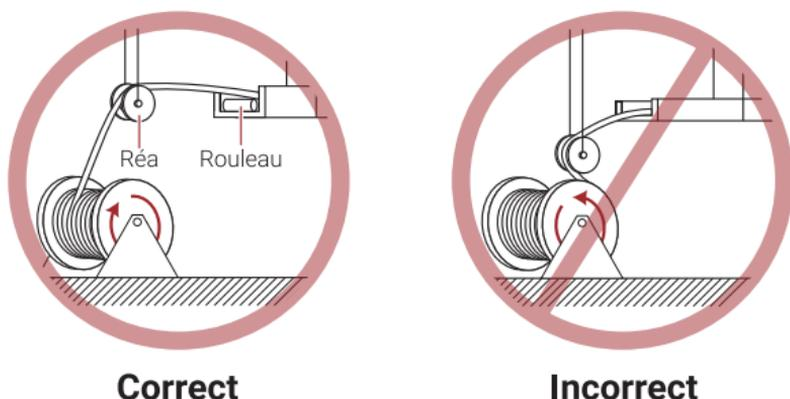

Figure 7: Configuration du tambour
- Configurez le dévidoir de câble de façon adéquate. La première poulie doit être installée à un point plus élevé que le système de support (Figure 7). Le processus de configuration doit vérifier que le câble n'est pas cassé ou plié au-delà du rayon de minimal de tirage, ni soumis à une force de torsion excessive.